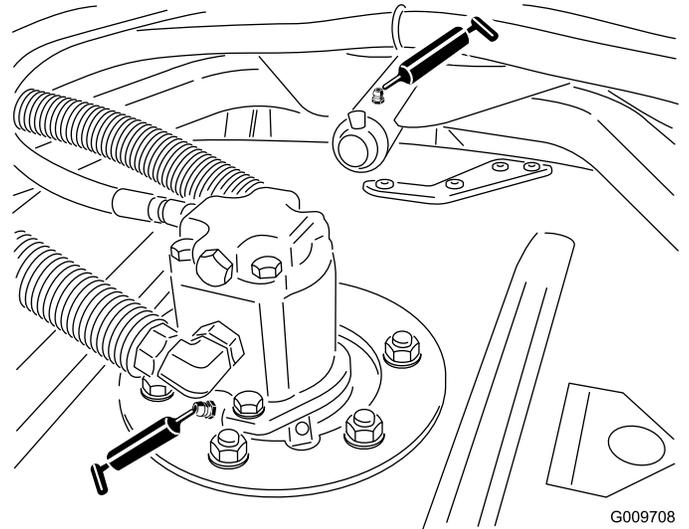

Bild 27
- Spindelwellenlager des Mähwerks (2 pro Mähwerk) (Bild 27)
- Trägerrahmenarmbüchsen des Mähwerks (1 pro Mähwerk) (Bild 27)